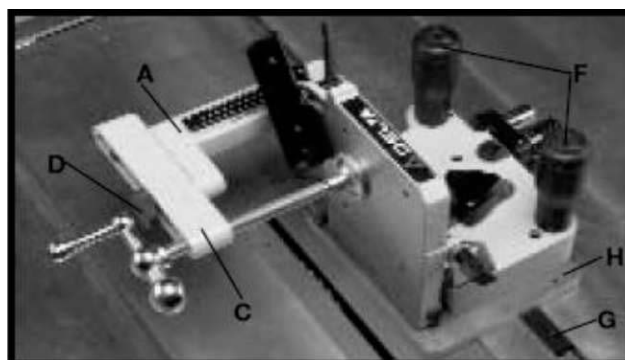

Рисунок 4
3. Прикрепите струбину (С), Рис. 4, к прижиму струбины (А), используя ручку (D), как показано на рисунке.
4. Прикрутите рукоятки (F), Рис. 4, к основанию (H), как показано на рисунке.
5. **ВАЖНО:** направляющая планка (G), Рис. 4, расположенная в основании (H), была настроена на заводе-изготовителе для работы с пильными дисками с возможностью наклона вправо.
В этом случае обратитесь к инструкции "ВЫРАВНИВАНИЕ ШИПОРЕЗНОГО УСТРОЙСТВА". Если вы используете шипорезное устройство с пильными дисками с наклоном влево, направляющую планку (G) Рис. 4, необходимо переустановить на основании (H), как описано ниже: